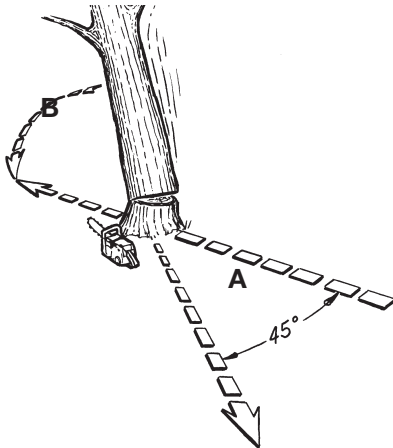

Fig. 12
AVERTISSEMENT: Il est nécessaire de prévoir une retraite (A) sûre, libre de tout obstacle avant d'entreprendre la coupe de l'arbre. Le chemin de dégagement devrait être situé à l'arrière et en diagonale de la direction de chute prévue; voir Fig. 12.
AVERTISSEMENT: Lorsque le trait d'abattage se rapproche de la charnière, l'arbre devrait commencer à tomber. A ce moment, enlever la tronçonneuse de la coupe, arrêter le moteur, déposer la tronçonneuse, et quitter les lieux, utilisant votre voie de retraite (Fig. 12).